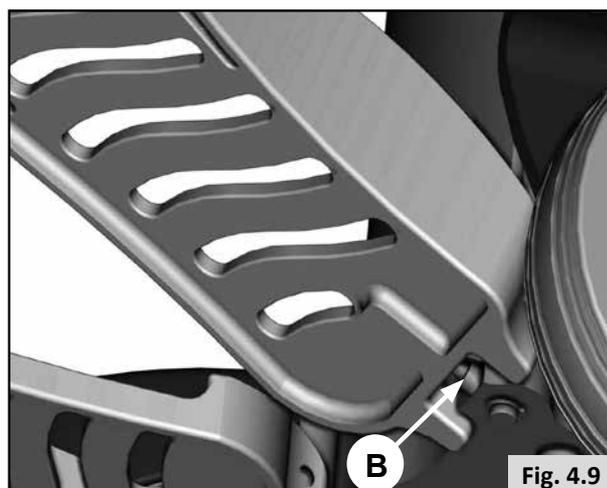

Fig. 4.9
- Ribaltare verso l'alto l'appoggiapiedi per accedere alla vite di impostazione dell'angolazione (B-Fig. 4.9).